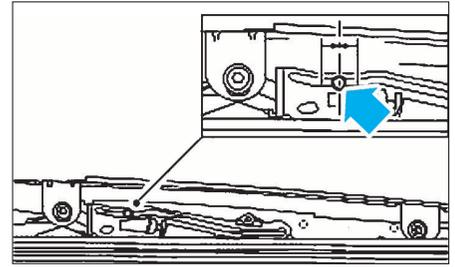

FIG. 82
- Positionner les axes de guidage au centre de la surface plane du bras guide de toit ouvrant (Fig.82).